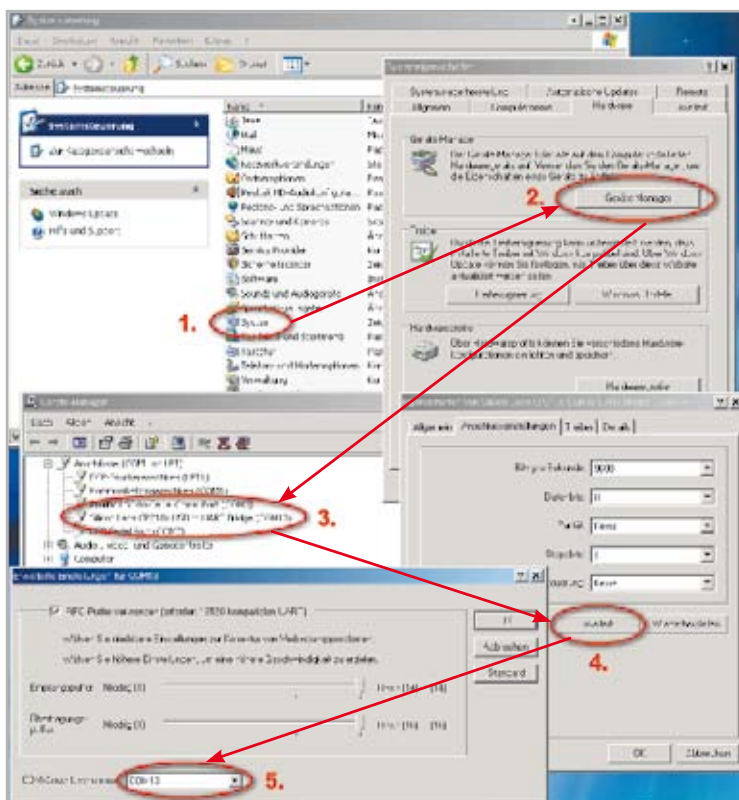

Bild 9: So erfolgt die Kontrolle und ggf. Änderung des zugewiesenen virtuellen COM-Ports unter Windows XP.
4. Nun ist im Windows-Geräte manager zu prüfen, welcher COM-Port dem Gerät zugewiesen wurde. Dieser lässt sich im Geräte manager über: „Eigenschaften“-> „Erweitert...“ ändern, siehe dazu Abbildung 9.